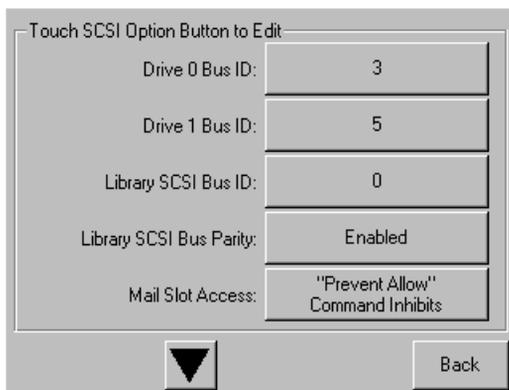

図3-4: [Drive 0 Bus ID]データ フィールド (図ではMSL5026を示しています)
- d. [OK]を選択して確認します。[Drive 0 Bus ID]データ フィールドに新しいSCSI IDが表示されます (図3-4を参照)。